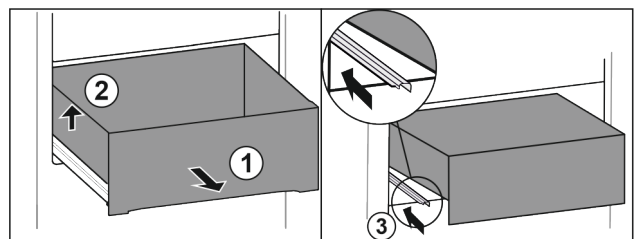

Fig. 89
- ▶ Træk skuffen ud indtil anslag. Fig. 89 (1)
- ▶ Løft skuffen i venstre side. Fig. 89 (2)
- ▶ Skub den venstre skinne ind. Fig. 89 (3)